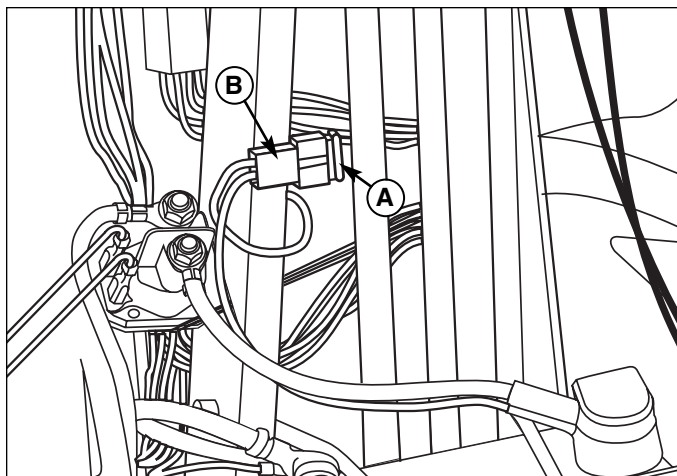
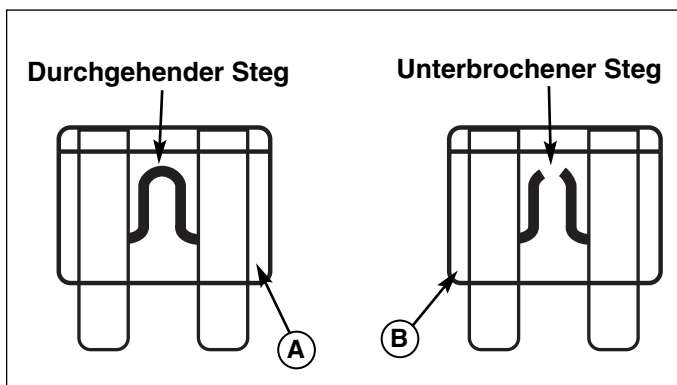

Abbildung 36. Sicherung
Abbildung 37. Sicherungsbauart
1. Die Motorhaube öffnen und Sicherungshalter (B, Abbildung 36) und Sicherung (A) am Lenkturm ausfindig machen.
2. Den Sicherungshalter (B) fest halten und die Sicherung (A) heraus ziehen.
3. Prüfen, ob die Sicherung durchgebrannt ist (Steg unterbrochen). Siehe Abbildung 37. Bei gebrochenem Steg muss die Sicherung ersetzt werden. Falls nicht eindeutig erkennbar ist, ob der Steg gebrochen ist, die Sicherung ersetzen.
4. Den Sicherungshalter (B, Abbildung 36) fest halten und eine neue Sicherung (A) korrekt einsetzen.